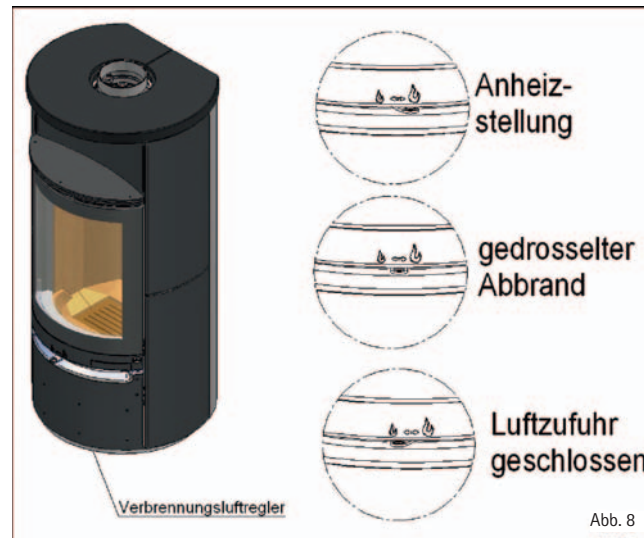

Abb. 8
Die Verbrennungsluftregelung erfolgt stufenlos durch Betätigen des Stellhebels, der sich unterhalb der Tür befindet (siehe Abb. 8). Die Verstellung erfolgt bei geschlossener Feuerraumtür.
9. Falls Ihr Schornstein zu stark „zieht“, lodert das Feuer stark, auch wenn nur wenig Sekundärluft zugeführt wird. Suchen Sie die optimale Position für eine kontrollierte Verbrennung durch Verschieben des Reglers. Je mehr Sie den Luftregler in Richtung „Luftzufuhr geschlossen“ schieben, desto weniger Luft führen Sie dem Brennraum zu. Wenn Ihr Kaminofen nicht in Betrieb ist, stellen Sie die Regler immer auf Position Luftzufuhr geschlossen (siehe Abb. 8 / Seite 16).
1. Den Schieber (s. Abb. 8 / Seite 16) ganz nach links schieben.
5. Den Schieber (s. Abb. 8 / Seite 16) ganz nach rechts schieben.